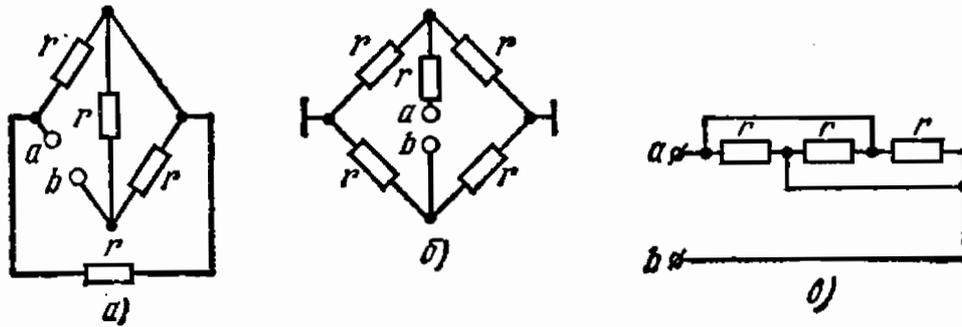

Рис. 1.16
1.16. Определить входные сопротивления r_{ab} цепей, схемы которых изображены на рис. 1.16.